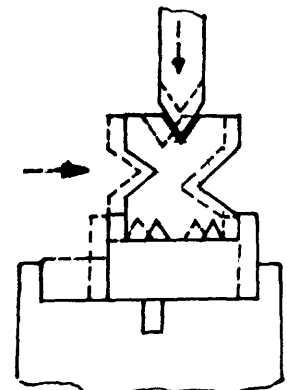

Fig. 2
- ___ d Haga bajar lentamente la estampa de modo que al descender vaya acomodando la posición de la V, en forma tal que al final de su carrera, el vértice de la estampa coincida con el vértice de la matriz (fig. 2).